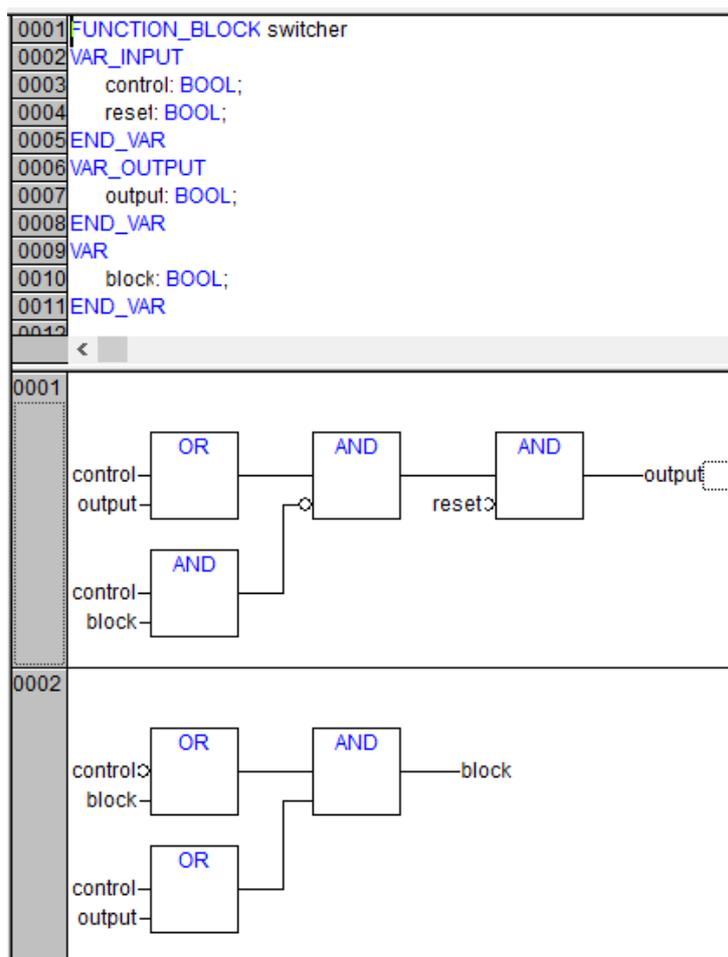

Рис. 29. Функциональный блок выключателя на языке FBD
8. *Создайте функциональный блок выключателя (тумблер).* В первой системной вкладке, где список ROU, щёлкните правой клавишей мыши и в появившемся контекстном меню выберите команду «Добавить объект» (Add Object). В автоматически открывшемся диалоговом окне выберите тип объекта «Функциональный блок» (Function Block), задайте ему имя switcher и язык FBD. Программный код блока показан на рис. 29.